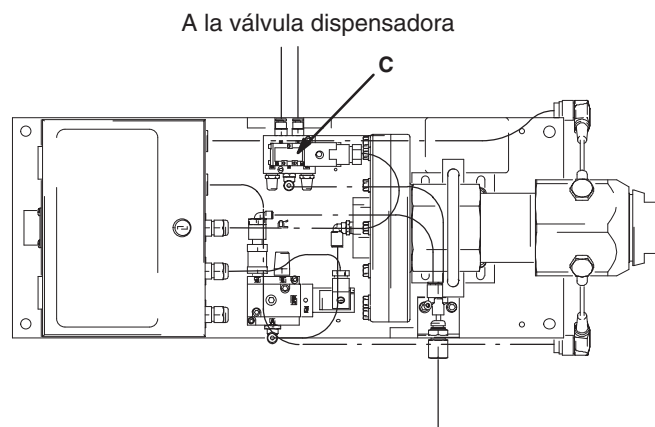

Fig. 10
7. Consulte la Fig. 10. y lleve a cabo las acciones siguientes para abrir el dispositivo dispensador y liberar la presión de fluido:
- a. Para liberar la presión de fluido, accione manualmente el émbolo del solenoide (C), el cual abre el dispositivo dispensador.